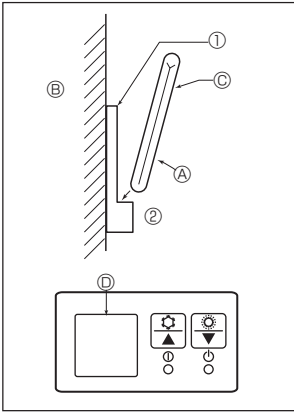
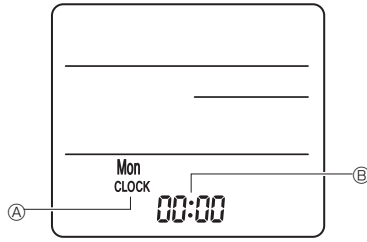

Fig. 6-7
Fig. 6-8
2) Método de instalación (Fig. 6-7)
- ① Fije el soporte del mando a distancia en el lugar deseado con 2 tornillos roscados.
- ② Coloque el extremo inferior del mando en el soporte.
3) Configuración (Ajuste del reloj) (Fig. 6-8)
- ① Inserte las baterías o pulse el ● CLOCK botón con algún objeto puntiagudo. [CLOCK] (RELOJ) Ⓐ y [:] Ⓑ parpadean.
- ② Pulse el botón ● CLOCK con algún objeto puntiagudo.
- ③ Pulse el botón ⬆ para configurar la hora.
- ④ Pulse el botón ● CLOCK con algún objeto puntiagudo. [CLOCK] (RELOJ) y [:] se iluminan.